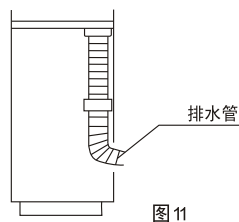

图 11
- (3) 为了防止排水管接口处泄漏，请在接口处使用粘结剂，见图 11。
- (4) 安装时可根据具体情况来布置管道走向，既可由后板孔内通出，也可在左右侧板相应的孔中通出。